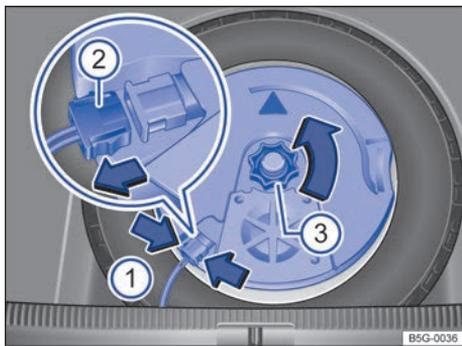

Fig. 222 En el maletero: desmontar el subwoofer (variante 1).
- Para desbloquear el conector → **fig. 222** ②, comprima las pestañas de encastre → **fig. 222** (flechas ①).
- Desacople el conector ② y deje el cable a un lado.
- Desenrosque la ruedecilla ③ en el sentido de la flecha.
- Acople el conector → **fig. 222** ② hasta que encastre de forma audible.
- Enrosque la ruedecilla ③ en el tornillo prisionero en el sentido contrario al de la flecha hasta que el subwoofer quede bien fijado.